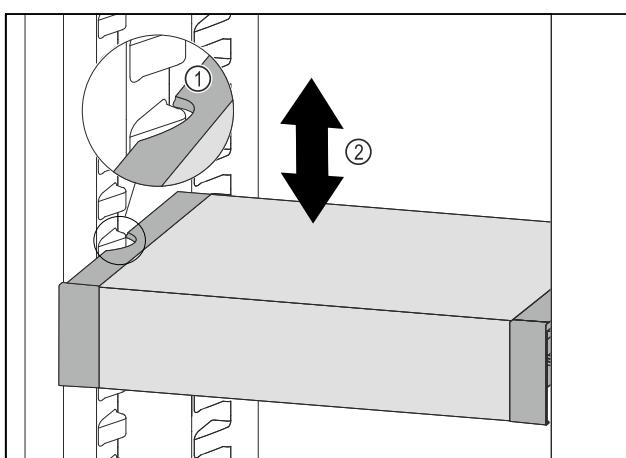

Fig. 99
- VarioSafe nach vorne ziehen, bis sich die seitlichen Aussparungen des VarioSafe auf Höhe der Behälterrippe im Kühlteil befinden. Fig. 99 (1)
- VarioSafe im Kühlteil nach oben oder unten bewegen, bis gewünschte Höhe erreicht ist. Fig. 99 (2)